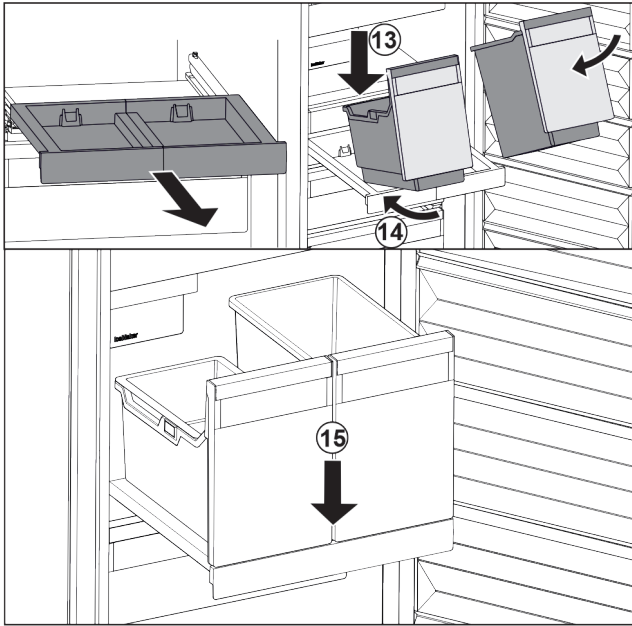

Fig. 106
- Behälter schräg auf das Auszugsbord aufsetzen. Fig. 106 (13)
- Behälter schräg nach hinten einschieben. Fig. 106 (14)
- Behälter vorne absetzen. Fig. 106 (15)